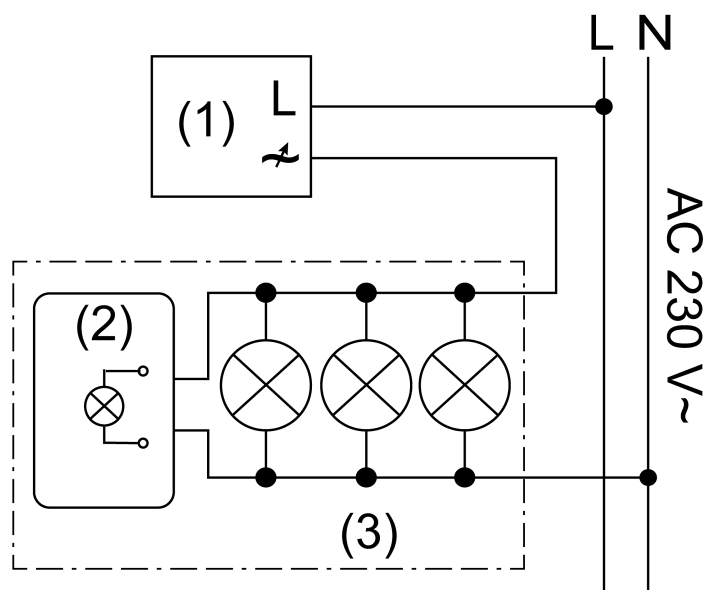
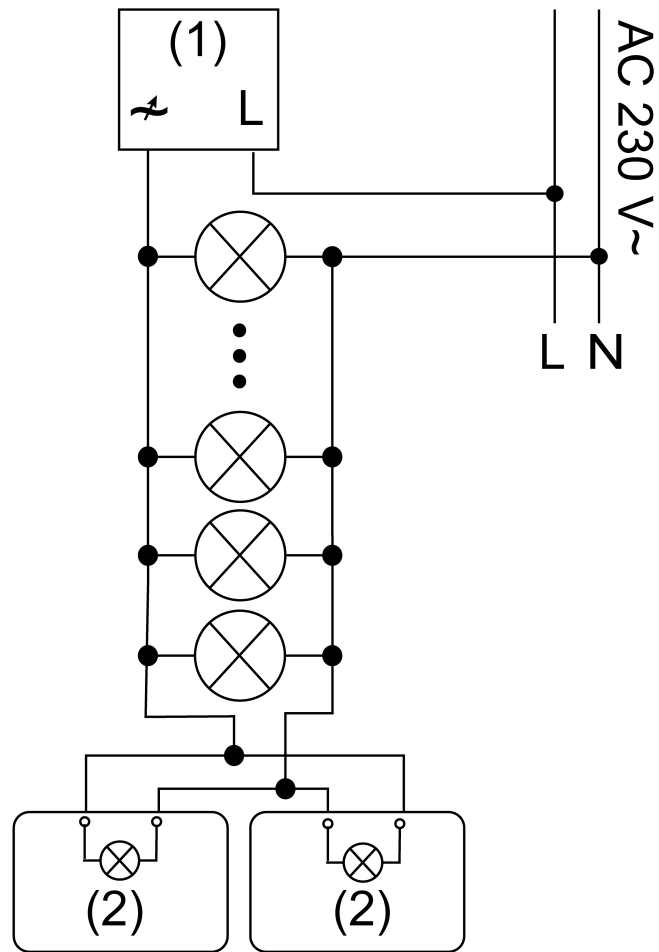

Bild 1: Anschlussbeispiel im Leuchtengehäuse
Bild 2: Anschlussbeispiel mit zwei Modulen
- (1) Dimmer im Phasenabschnitt-Betrieb
- (2) Modul
- (3) Leuchte mit HV-LED-Lampe
- Modul parallel zur HV-LED-Lampe an Neutralleiter und gedimmte Phase anschließen, (siehe Bild 1) Anschlussbeispiel im Leuchtengehäuse, (siehe Bild 2) Anschlussbeispiel mit zwei Modulen.